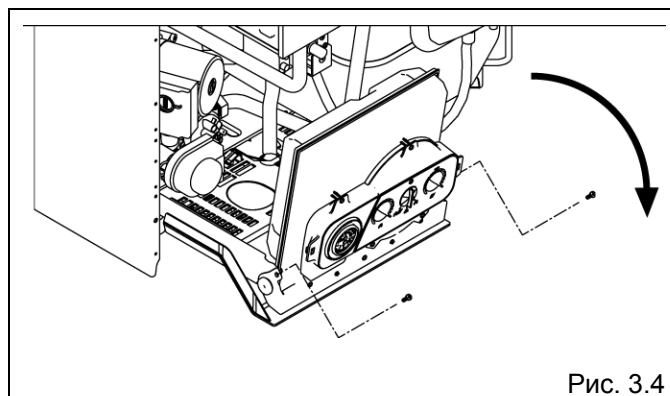

Рис. 3.4
- отвинтите винты, которые держат панель с ручками управления и поверните ее (рис. 3.4)